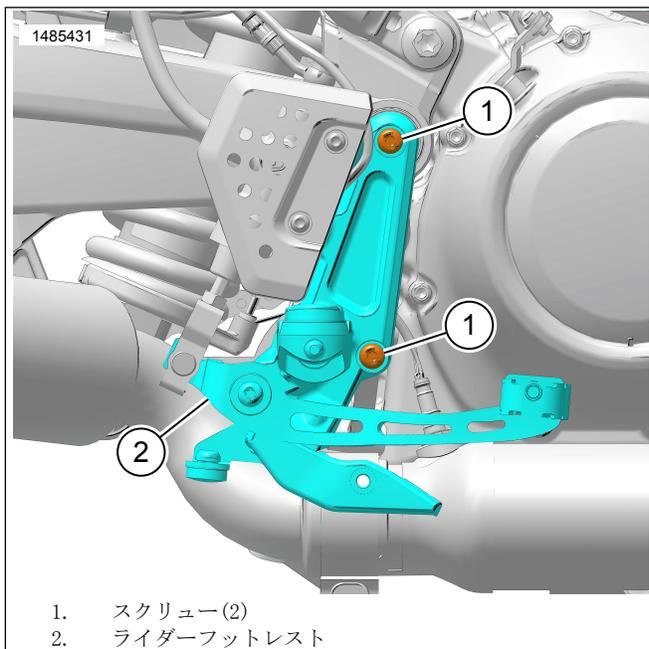

図2。ライダーフットレスト
2. 図2 スクリュー(1)を取り外します。
1. 図2ライダーフットレスト(2)を取り付けます。